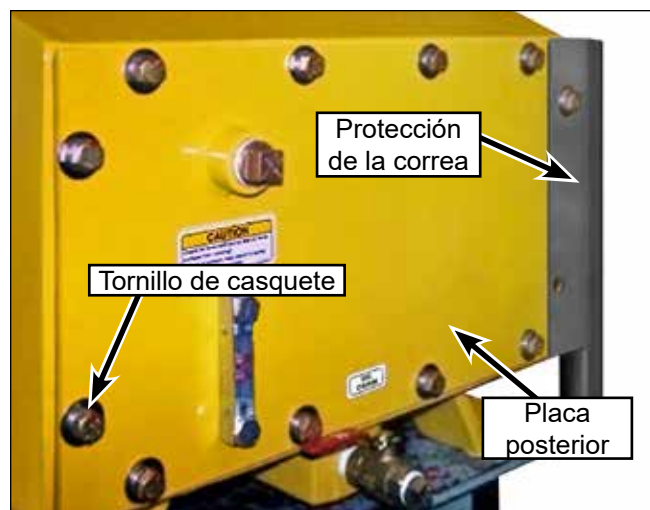

Figura 108: Extracción de la placa posterior.
2. Una vez drenado, quite los tornillos de casquete, las arandelas y las arandelas de seguridad de la placa posterior (Figura 108). Quite la placa, la protección de la correa y la empaquetadura. Si la empaquetadura está pegada a la estructura, puede permanecer así.